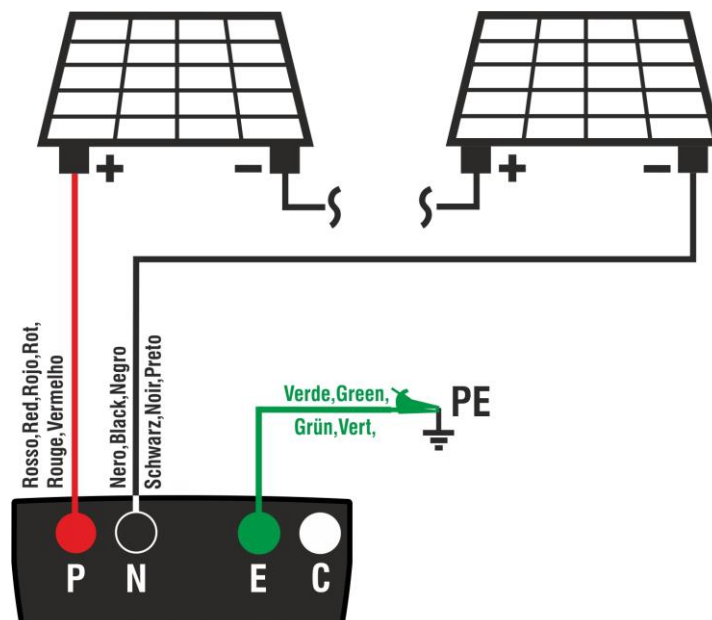

Fig. 9: Conexión instrumento para medida de aislamiento de forma GFL
8. Conecte el instrumento al string FV en pruebas como se muestra en Fig. 9. Se recuerda que es necesario separar también eventuales descargadores conectados a los cables del string y que es aconsejable realizar la medida aguas arriba de eventuales diodos de bloqueo